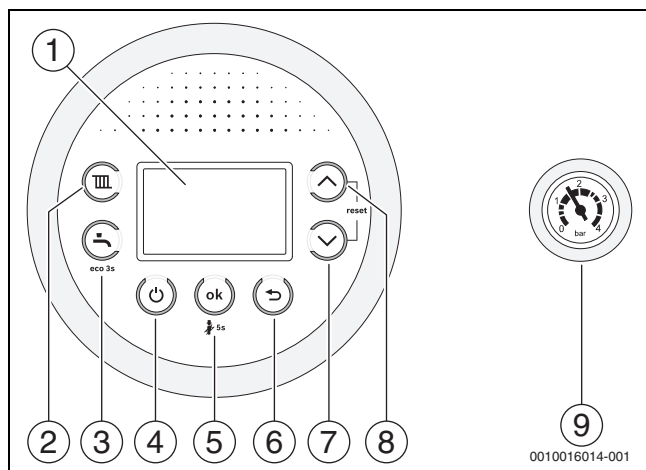

Fig. 1 Pannello di comando
- Spegnerne l'apparecchio con il tasto  (→ fig. 1).